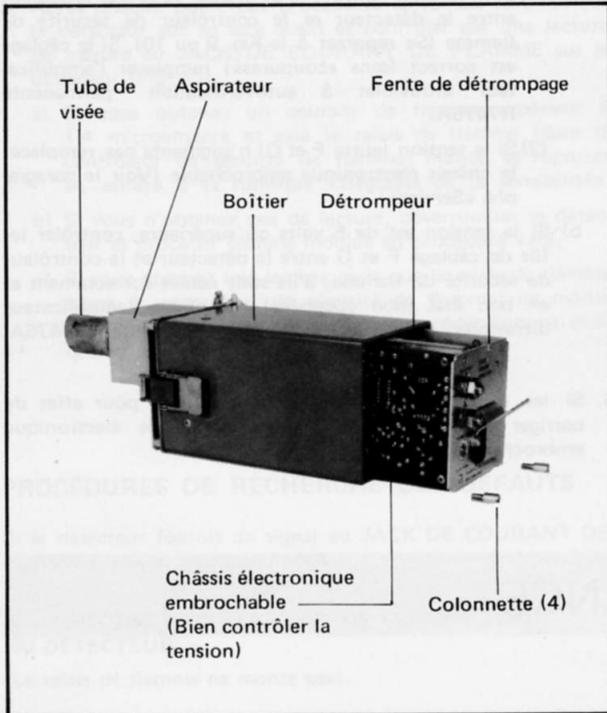

Fig. 14
5. Introduire le nouveau châssis dans le boîtier et le pousser fermement jusqu'à son total enclenchement (Fig. 14). S'assurer que le culot octal embrochable du châssis est correctement introduit dans le socle du boîtier.